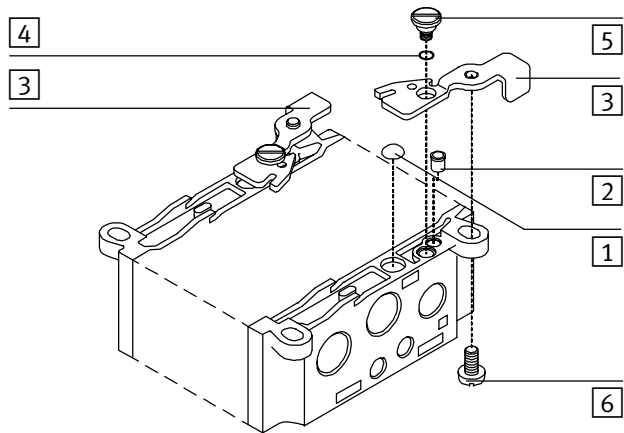

Bild 2/2: Hutschiene-Klemmeinheit montiert
- Achten Sie vor der Montage der Gummifüße (1) auf:
- fest angezogene Flachkopfschrauben (Bild 2/2 Ziffer 5).